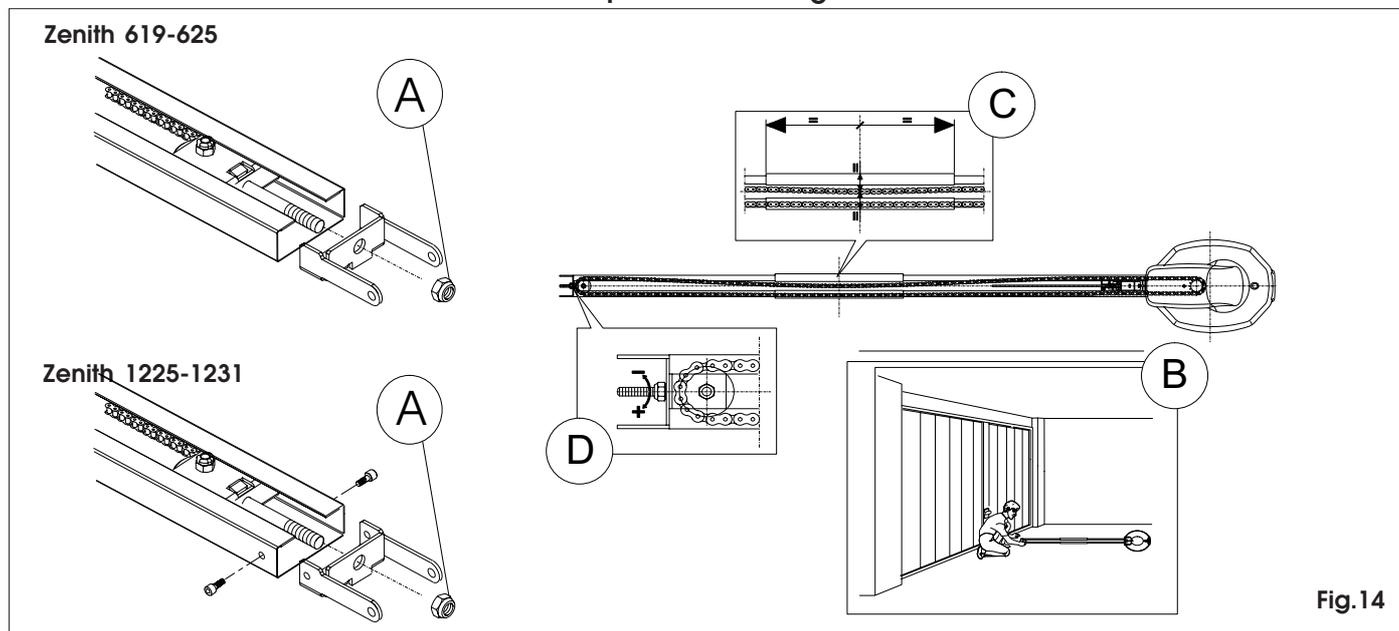

Fig.14
6.10 Introduire la bride dans le rail en la bloquant avec les deux vis à six pans creux M5 fournies en dotation (fig. 14 ), et tendre la chaîne avec l'écrou prévu à cet effet (fig. 14 réf.A).
6.11 Positionner l'opérateur au sol dans le sens vertical (fig. 14 réf.B).
6.12 Vérifier la tension de la chaîne en s'assurant que les deux distances chaîne inférieure-chaîne supérieure et chaîne supérieure-joint rail supérieur sont identiques, d'après la fig. 14 réf.C.
6.13 Régler, si nécessaire, la tension de la chaîne en agissant sur l'écrou indiqué dans la fig. 14 réf.D.